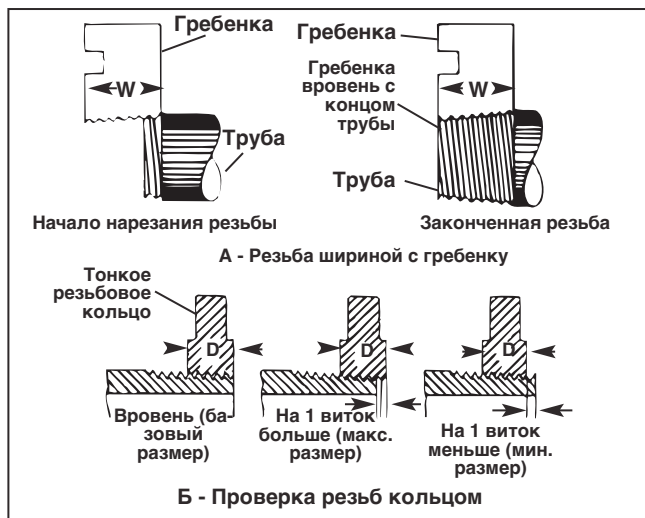

Рисунок 18 – Проверка длины резьбы
1. Резьба нарезана до нужной длины, когда конец трубы находится вровень с краями гребенок (рисунок 18А)..
2. Головка регулируется для получения резьбы нужного диаметра. По возможности, резьбы следует проверить с помощью резьбового кольца (рисунок 18Б). Резьба нарезана правильно, если для выравнивания конца трубы с торцом резьбового кольца требуется добавить или снять 1 виток.